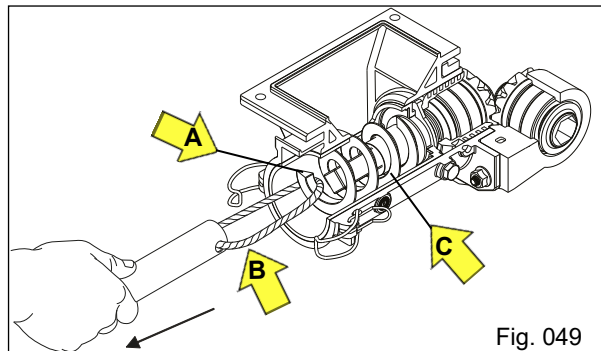

Fig. 049
b) Puxe o cordão do tubo fixador "B" e retire a rosca sem fim "A", retire também o anel trava "C" (Fig. 049).